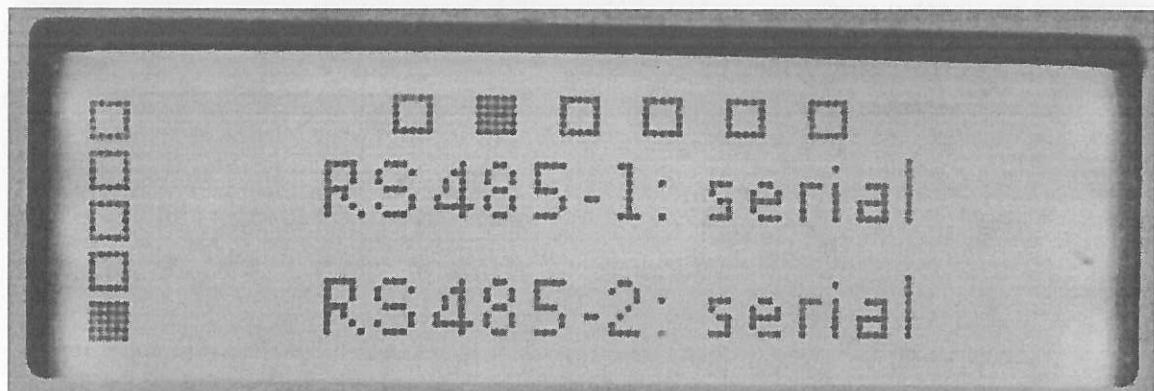

Рисунок 4.12
- Режим работы интерфейсов RS485 (рисунок 4.12).